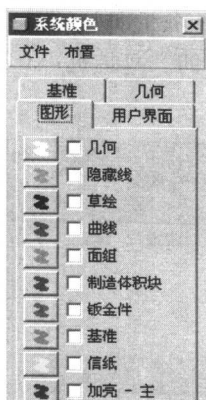

图 1-5 “系统颜色”对话框
(4) 选择“视图→显示设置→系统颜色”命令，打开“系统颜色”对话框来设置背景、几何线、模型的显示颜色等，如图 1-5 所示。
(5) 为了方便绘图，需要关闭“基准平面开/关”、“基准轴开/关”、“基准点开/关”和“坐标系开/关”.